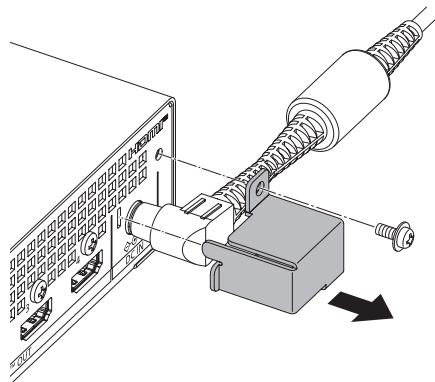

図 1
1) 電源コードと AC アダプターを接続する (図 1)
1) AC アダプター抜け防止金具を外す（図 1）